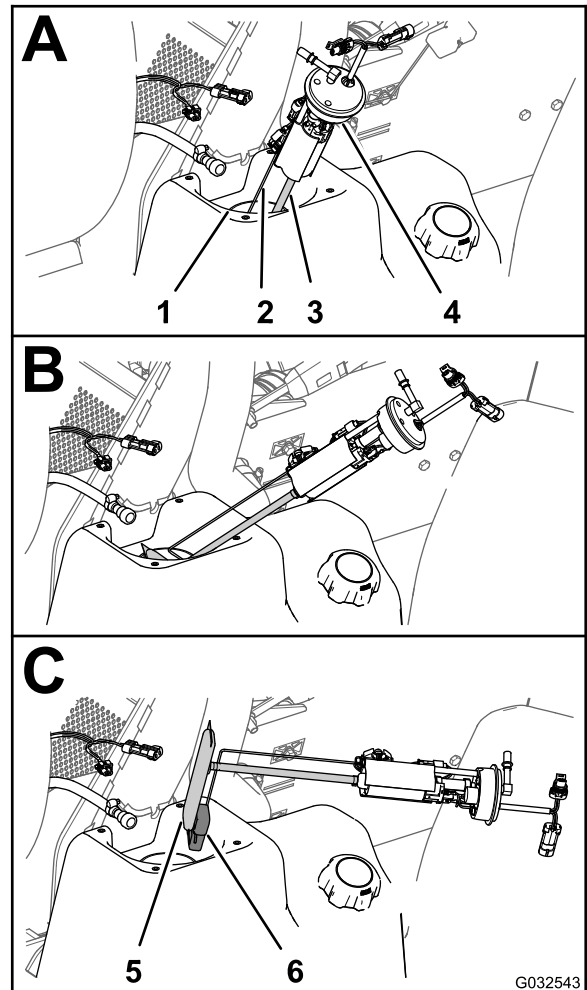
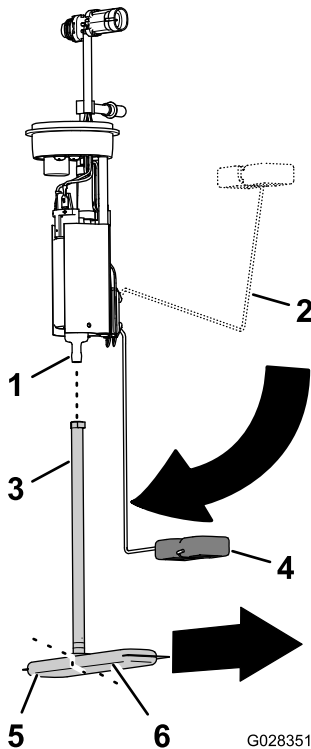

Figura 84
Figura 85
- Levante y gire cuidadosamente la bomba de combustible/sensor para extraerlos del cuello del depósito de combustible (Figura 84).
1. Retire el tubo de aspiración del filtro de combustible del conector de la bomba de combustible (Figura 85).
2. Alinee el tubo de aspiración del filtro de combustible nuevo con el conector de la bomba de combustible (Figura 85).
3. Alinee la pata larga del filtro de combustible con el flotador, con el flotador en la posición de vacío (Figura 85).
4. Introduzca el conector de la bomba de combustible en el tubo de aspiración hasta que el conector quede bien asentado (Figura 85).
1. Junte el brazo del flotador y el tubo de aspiración, e introduzca el flotador y el filtro de combustible por el hueco del depósito de combustible (Figura 84).
2. Coloque la bomba de combustible/sensor en el hueco del depósito (Figura 84 y Figura 85).
3. Instale la junta y la tuerca sobre la bomba de combustible/sensor y sobre el cuello del depósito de combustible, y apriete la tuerca a mano (Figura 84).
4. Conecte el acoplamiento de la manguera de combustible al conector de la bomba de combustible (Figura 84).
5. Conecte el conector hembra de 2 vías del arnés de cables de la máquina al conector de 2 pines de la bomba de combustible/sensor; conecte el conector de 2 pines del arnés de cables de la máquina al conector hembra de 2 vías de la bomba de combustible/sensor (Figura 84).